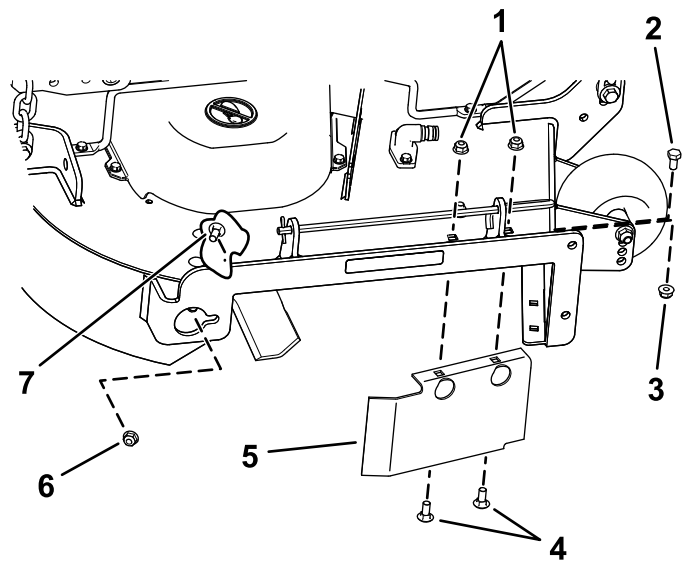

Figure 18
- Sur la paroi arrière du plateau de coupe, retirez le boulon de carrosserie (5/16" x 3/4") et le contre-écrou (5/16") qui fixent le déflecteur au plateau (Figure 18).
- Localisez la protection du déflecteur sur le bord avant de l'ouverture d'éjection latérale (Figure 18).
- Retirez les fixations qui maintiennent la protection du déflecteur et le déflecteur droit sur le plateau de coupe (Figure 18).
13. Placez les fixations retirées précédemment dans les trous avant de la plaque d'éjection et le trou à l'avant du plateau de coupe (Figure 18).